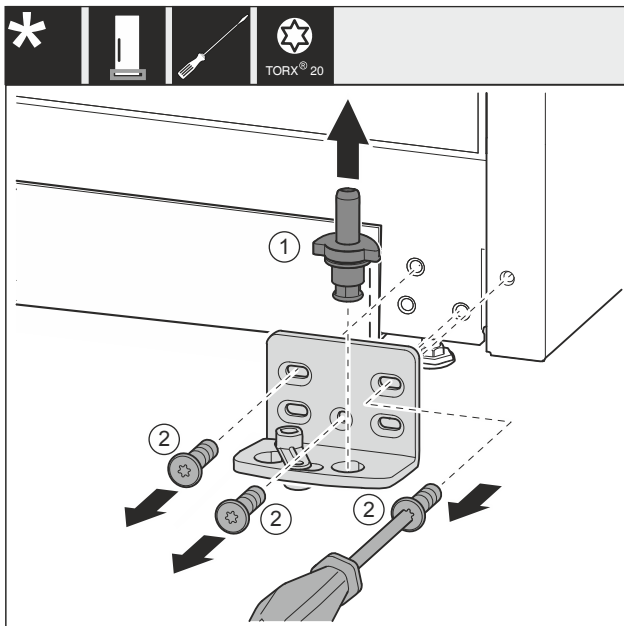

Fig. 33 *
- ▶ Extraiga el perno del cojinete Fig. 33 (1) por completo hacia arriba.*
- ▶ Desatornille los tornillos Fig. 33 (2) con un destornillador y retire el soporte del cojinete.*